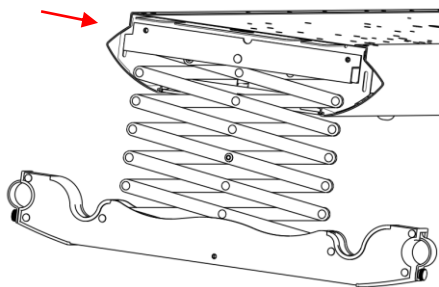
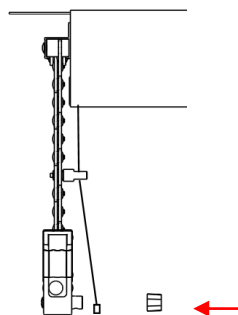

图 3
图 4
7. 安装剪刀架：将剪刀架一端平贴在主机安装板上，用 M5*6 盘头螺钉锁紧（如图 3），再将钢丝绳的圆钐头穿过剪刀架护圈的过孔，最后将圆钐头卡入衣杆支撑板挂口内，并用钢丝绳挂口盖扣紧固定。（如图 4）